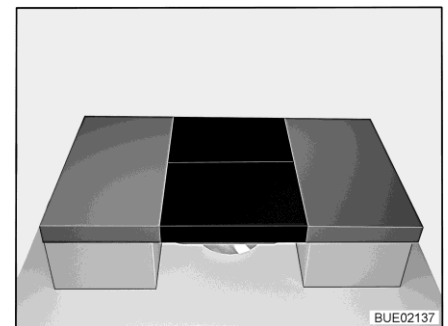

Fig. 166 Après la transformation
- Placer deux coussins supplémentaires sur la table (voir Fig. 166).